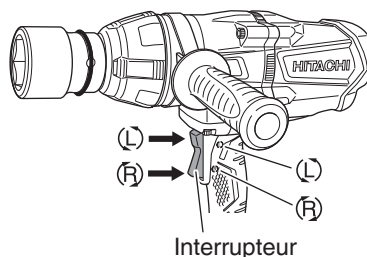

Fig. 5
1. Fonctionnement de l'interrupteur (Fig. 5)